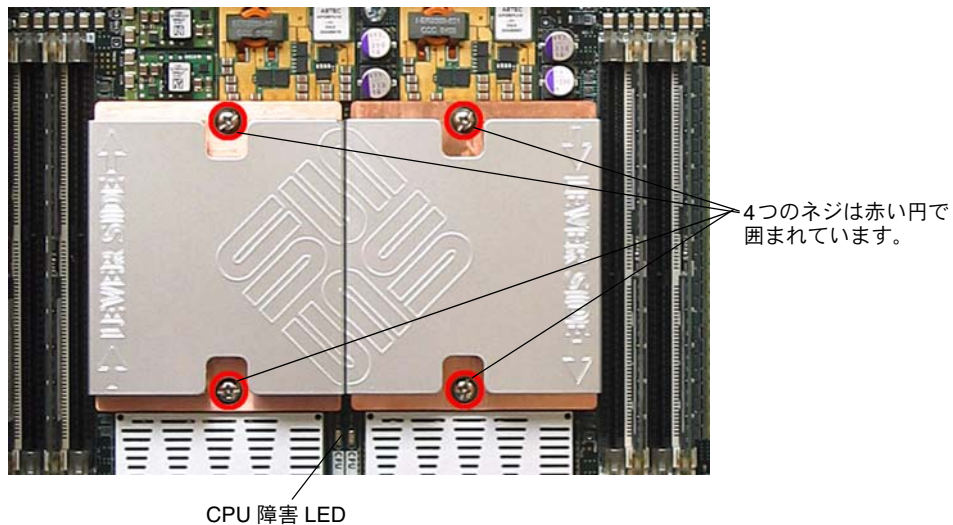
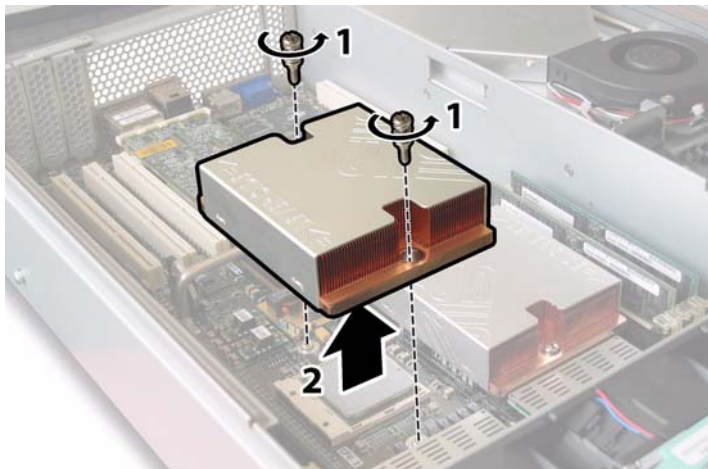

図 4-8 ヒートシンクのネジと CPU 障害 LED の位置
図 4-9 ヒートシンクの取り外し
- a. ヒートシンク上部を押し下げ、傾かないように平らにしたままで、マザーボードに固定されている2つのバネ式固定ネジを交互に緩めます。ネジを1度に180度回し、外れたらネジを取り外します。図4-8および図4-9を参照してください。
ご参考： ヒートシンクは左右対称ではないため、CPU に配置する前に合わせる必要があります。「Lever Side」ラベルとヒートシンク上面に刻まれた矢印が、CPU ソケットの開放レバーのある側面を指すようにヒートシンクを回転させます。また、ヒートシンクが横のヒートシンクに正しく合わさると、ヒートシンク上面に刻まれた半分の Sun Microsystems ロゴが完全なものになります。図 4-8 を参照してください。